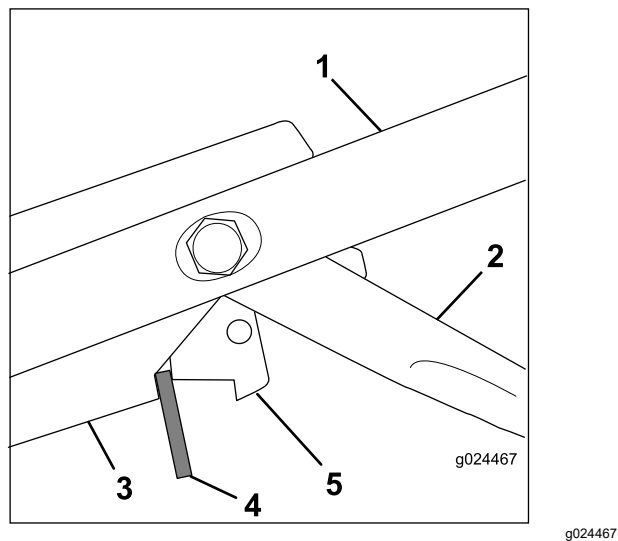

Figure 32
3. Insérez une entretoise de 8 mm (5/16 po) entre le levier de commande du frein de lame et le support de commande sur le guidon (Figure 32).